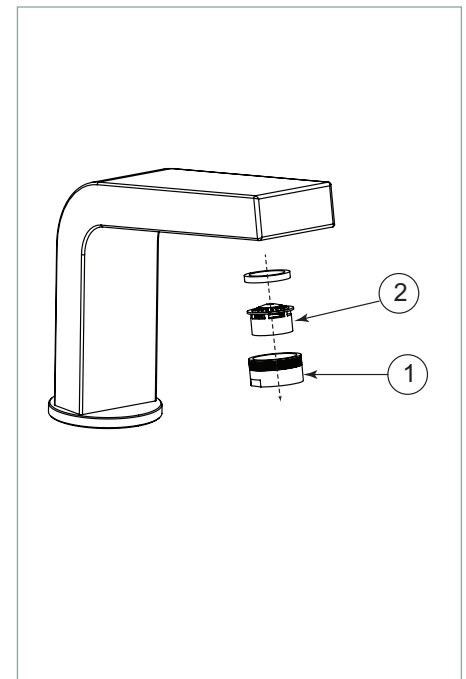

Fig.6
To clean the aerator (2), unscrew the aerator case (1) from the spout. Then, pull out the aerator and soak it in a vinegar and water solution to remove lime build-up. Once parts have been cleaned, reassemble by reversing steps (Fig.6).
Pour nettoyer l'aérateur (2), dévisser le boîtier de l'aérateur (1) et le tremper dans un mélange de vinaigre et d'eau pour retirer le calcaire qui pourrait s'y être accumulé. Une fois les pièces nettoyées, inverser les étapes pour réassembler l'aérateur. (Fig.6).